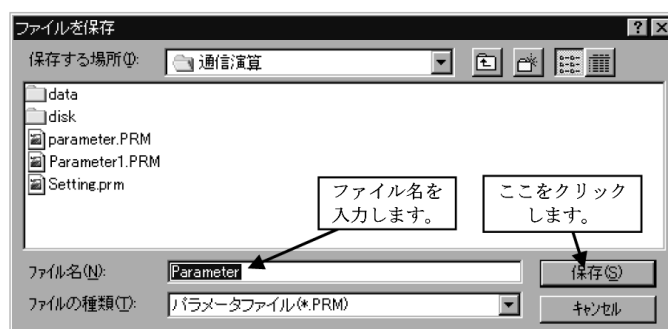

図 9.4.2
3. 図9.4.2のようなウィンドウが表示されますので、保存ファイル名を入力し「保存(S)」をクリックしてください。